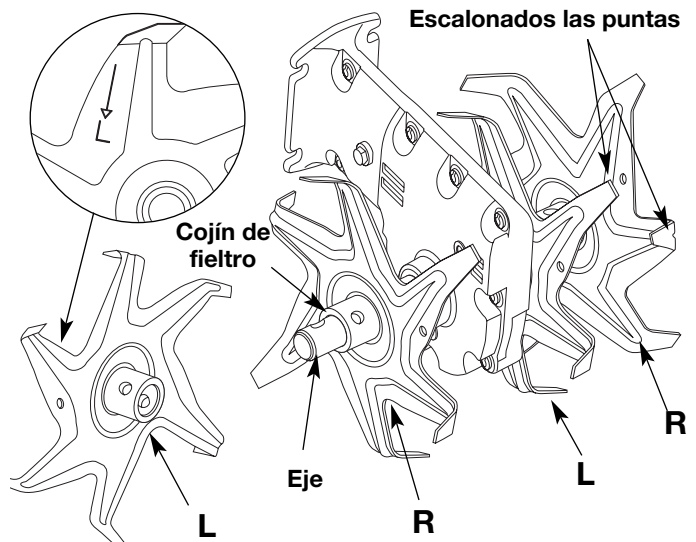

Fig. 12
6. Sostenga el regulador y la agarradera con una mano y agarre el cordón de arranque con la otra mano. Use el pie para aguantar el cultivador (Fig. 12).
7. Antes de volver a instalar los pasadores de horquilla y las presillas de los pasadores, asegúrese de que las puntas de los dientes estén escalonadas cuando se comparan entre sí (Fig. 12).